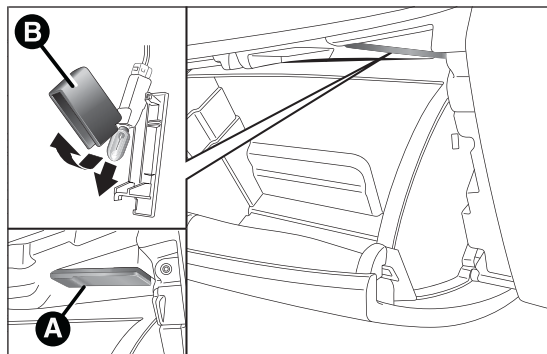

fig. 187
- ☐ aprire il cassetto portaoggetti ed estrarre la plafoniera A fig. 187;